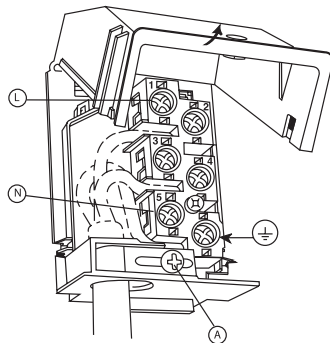

fig.13
- Ouvrez le boîtier de raccordement (voir fig. 13).